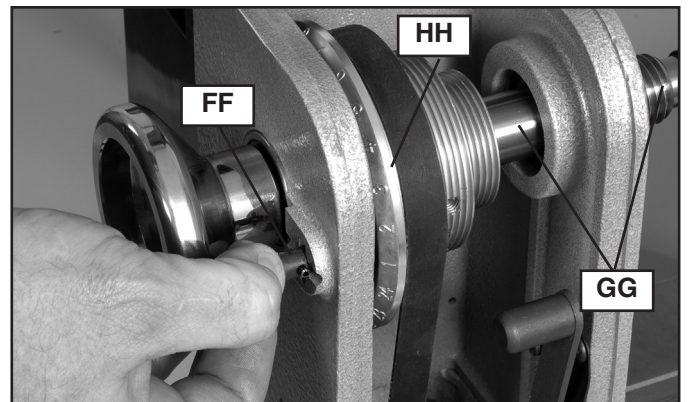
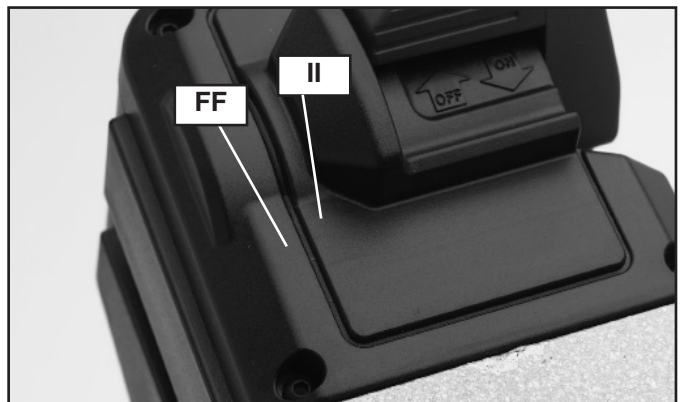

Fig. 21
Fig. 21a
Le tour est doté d'une goupille d'indexation (FF), fig. 21. Elle permet de bloquer l'arbre (GG) en 24 positions différentes [comme inscrit sur la roue indexée (HH)] pour satisfaire aux diverses applications. Utilisation de l'outil :
1. Tourner la roue indexée (HH) de sorte que l'arbre soit dans la position voulue.
2. Tirer légèrement sur la goupille d'indexation (FF) pour la dégager de sa rainure.
3. Faire pivoter la goupille sur 90 degrés de sorte que la contre-goupille (II) s'aligne avec l'encoche comme montré à la fig. 21a.
4. Relâcher la goupille d'indexation (FF) pour qu'elle s'insère dans la roue indexée de numéros (HH), fig. 21 et bloque l'arbre (GG) en position.